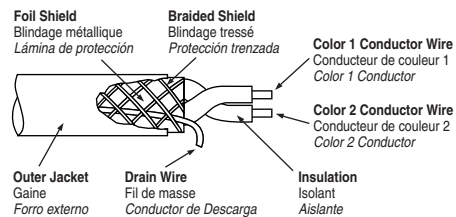

Fig. 2
6. Insert the tinned wires into the 3803-MOD mating connector terminals, as shown in **Figs. 2 and 3**, and tighten the retaining screws.
6. Insérer les fils étamés dans les bornes du module, tel qu'illustré aux **figures 2 et 3**, et serrer les vis de retenue.
6. Inserte los conductores estañados en las terminales del 3803-MOD haciendo juego, como se muestran en las **Figs. 2 y 3**, y apriete los tornillos de retención.